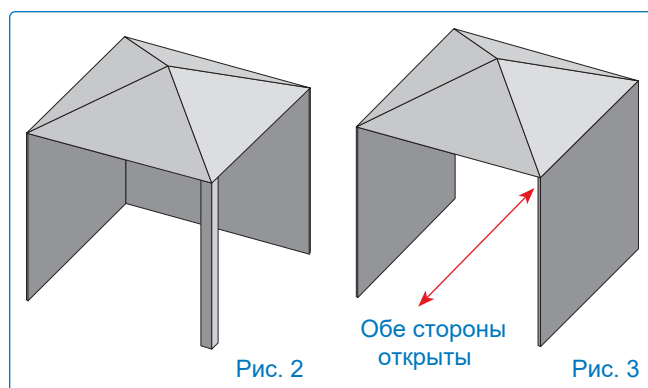

Рис. 2
- » Боковые стены могут быть параллельны, или расположены под прямым углом друг к другу. (Рис. 2 и Рис. 3)